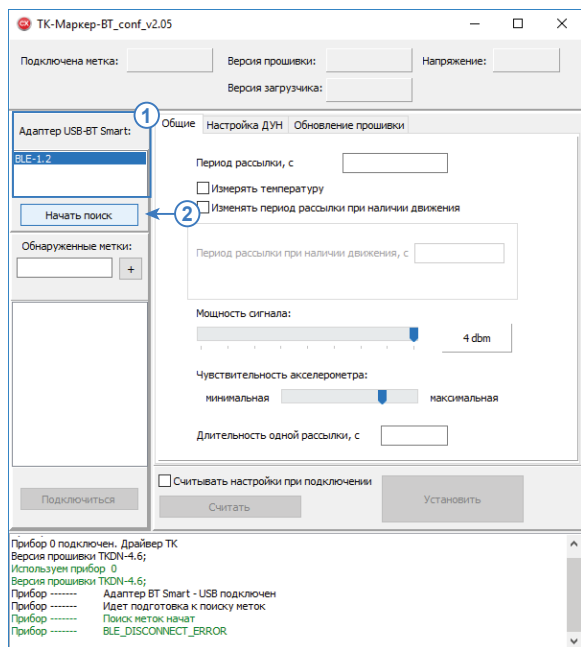

Рис.3. Подключение к адаптеру «USB-BT Smart».
- запустите программу «TK-Marker-BT_conf». Если программа обнаружила подключенное устройство «USB-BT Smart», то в поле «Адаптер USB-BT Smart» появится строка «BLE-1.2» (Рис.3, п.1). Число в названии найденного устройства означает версию адаптера;
- выберите найденный адаптер и нажмите кнопку «Начать поиск» (Рис.3, п.2) или дважды нажмите левую кнопку мыши на название найденного адаптера.